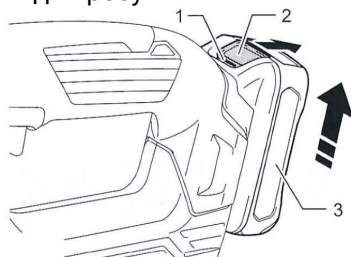

Рисунок 4. Схема встановлення акумуляторної батареї.
2. Для під'єднання акумуляторної батареї поєднати виступи на акумуляторі із пазами на корпусі виробу та з невеликим зусиллям посунути акумулятор у напрямку стрілки (рис. 4) до фіксації. Не рекомендовано докладати надмірних зусиль під час встановлення акумулятора. Якщо акумуляторна батарея під'єднується з зусиллям, це означає, що встановлення виконується невірно або в пази корпусу потрапив сторонній предмет.